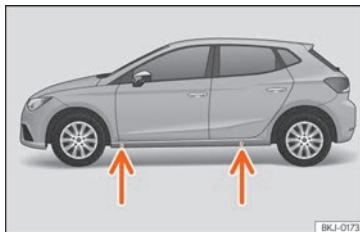

Abb. 40 Aufnahmeplätze für den Wagenheber.
- Suchen Sie am Längsträger die Markierung des Aufnahmeplatzes für den Wagenheber (Eindrückung), die dem zu wechselnden Rad am nächsten liegt » Abb. 40.